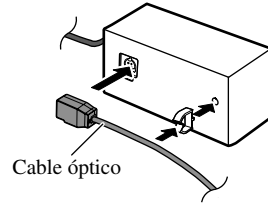

Fig. 7
2. Conecte el cable óptico a la caja de conexión de cable óptico. (Fig. 7)